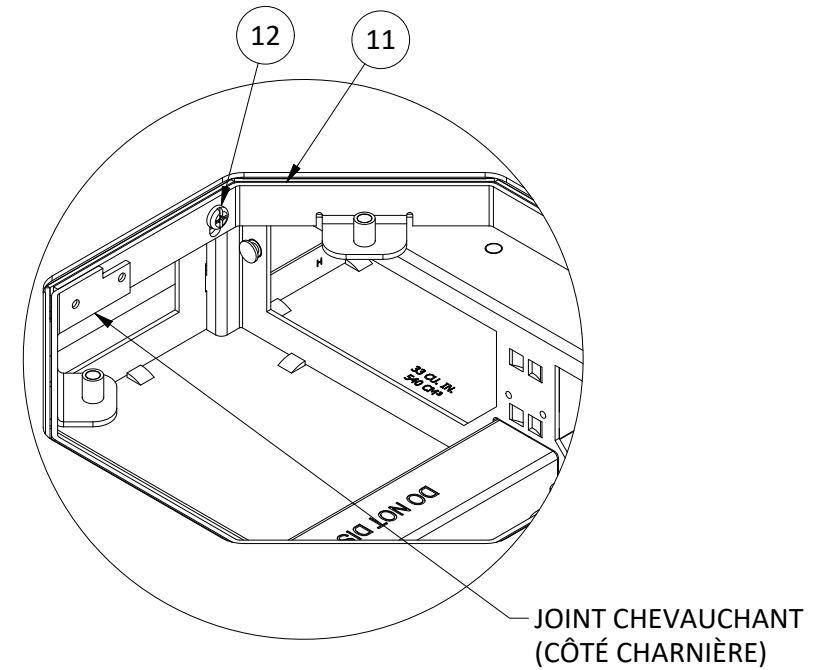

FIGURE 3
14. Orient cover support collar [11] as required by removing and reinstalling screws [12]. Lap joint in collar defines the hinge location of the cover (SEE FIGURES 3 & 4)
14. Orienter le collier de soutien du couvercle [11] au besoin en retirant et en réinstallant les vis [12]. Le joint à recouvrement du collier définit où se trouvera la charnière du couvercle (CONSULTER LES FIGURES 3 et 4).